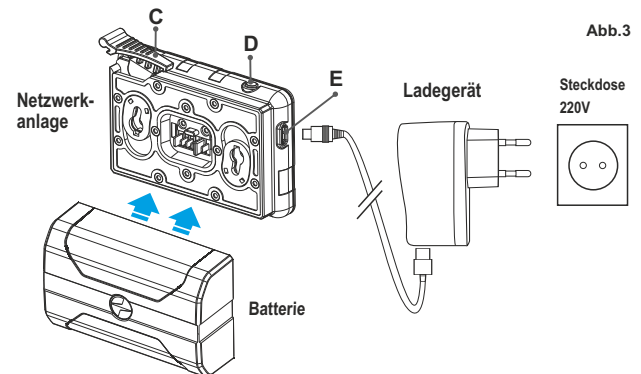

Abb.3
- Setzen Sie die Akkumulatorenbatterie in das Ladegerät ein, wie in der Zeichnung abgebildet ist, schnappen Sie den Griffhebel (**C**) ein (**Abb. 3**).